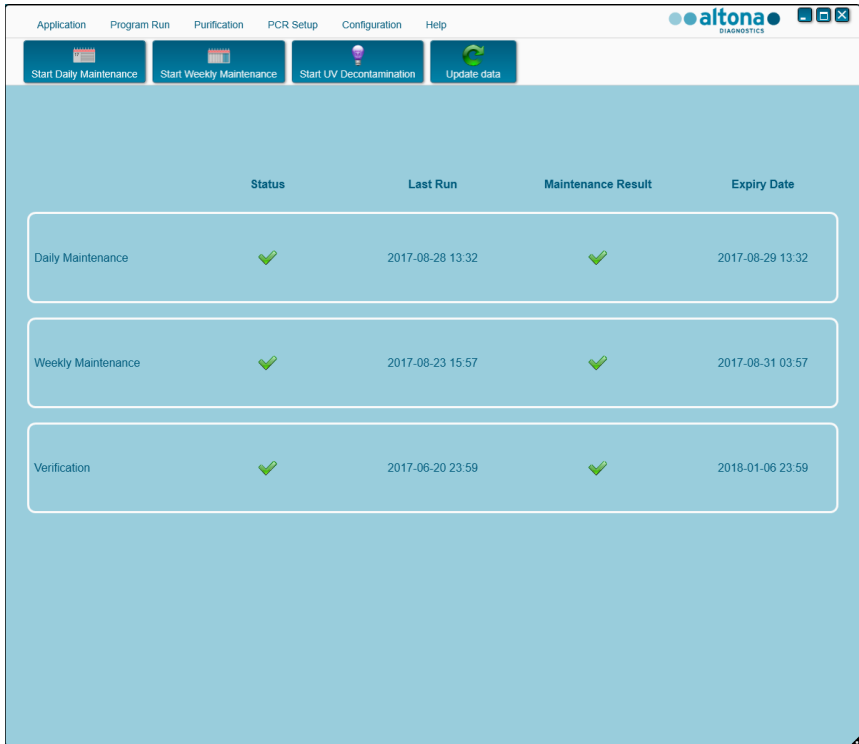

Abb. 4: Bildschirm Maintenance (Wartung) mit gültigem Wartungsstatus
1. Greifen Sie auf den Bildschirm Maintenance (Wartung) (siehe Abbildung 4) zu, indem Sie in der Menüleiste auf **Application** → **Instrument Maintenance** (Anwendung → Gerätewartung) klicken.
Ein gültiger Status für **Daily Maintenance** (Tägliche Wartung) und **Weekly Maintenance** (Wöchentliche Wartung) wird durch ein grünes Häkchen in der Spalte **Status** (Status) angezeigt (siehe Abbildung 4). Wird ein rot durchkreuzter Kreis angezeigt, muss das jeweilige Wartungsverfahren durchgeführt werden.